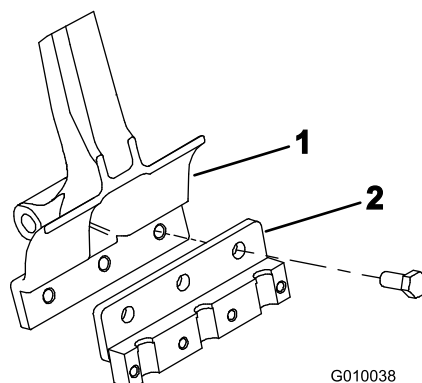

Figura 22
2. Su ciascun braccio delle fustelle montate un portafustelle usando 3 bulloni (1/2 x 1-1/4 poll.) (Figura 22). Serrate i bulloni a 101,6 Nm.